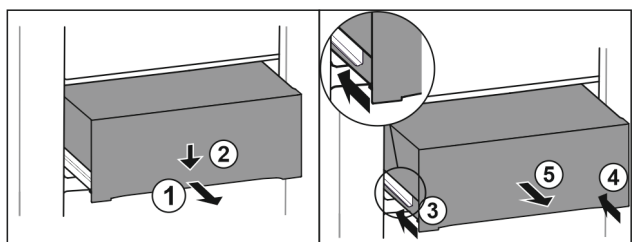

Fig. 184
- Tërhiqni jashtë sirtarin deri në gjysmë. Fig. 184 (1)
- Shtypni për poshtë sirtarin në pjesën përpara. Fig. 184 (2)
- Shtyni brenda shinën e majtë rreth 2 cm. Fig. 184 (3)
- Shtyni brenda shinën e djathtë rreth 2 cm. Fig. 184 (4)
- Hiqeni sirtarin nga përpara. Fig. 184 (5)